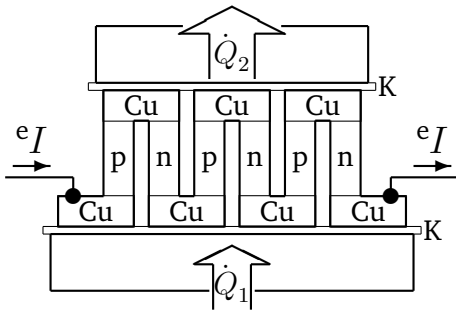

Abbildung 3:
Technische Anwendung findet der Peltier-Effekt in der Wärmeabfuhr (Kühlung) mit Hilfe von Halbleiter-Peltier-Kühlmodulen (Abb. 3). Der Kontakt zwischen den Halbleitern (p-Dotierung) und (n-Dotierung) wird durch Kupferbrücken hergestellt.⁴ Auf Ober- und Unterseite ist das Modul mit dünnen Keramikplatten K abgedeckt; sie sind elektrisch isolierend, lassen Wärme aber gut passieren. Je ein Halbleiter-Paar bildet ein Peltierelement. Bezüglich der Geometrie (oben/unten) ergeben die abwechselnden Richtungen des elektrischen Stromes in Kombination mit den wechselnden Vorzeichen von α bzw. Π eine einheitliche Transportrichtung für die Peltierwärme. Die Peltierelemente sind elektrisch in Reihe, thermisch dagegen parallel geschaltet.
Zum Abschluss der Hausaufgabe (ab Seite 6) vergewissern Sie sich selbst – anhand der Bewegungsrichtung der maßgebenden Ladungsträger – dass für die in Abb. 3 eingezeichnete (technische) Richtung des Gleichstroms eI die unteren Kontaktbrücken gekühlt und die oberen Brücken erwärmt werden.
6.6 Elektrisches Ersatzschaltbild des Peltier-Moduls, z. B. von Abb. 3
6.7 Thermisches Ersatzschaltbild des Peltier-Moduls, z. B. von Abb. 3 auf Seite 4
Abbildung 8 auf Seite 15 zeigt das Ersatzschaltbild. Helfen kann auch Abb. 3 in W+ (Version H).